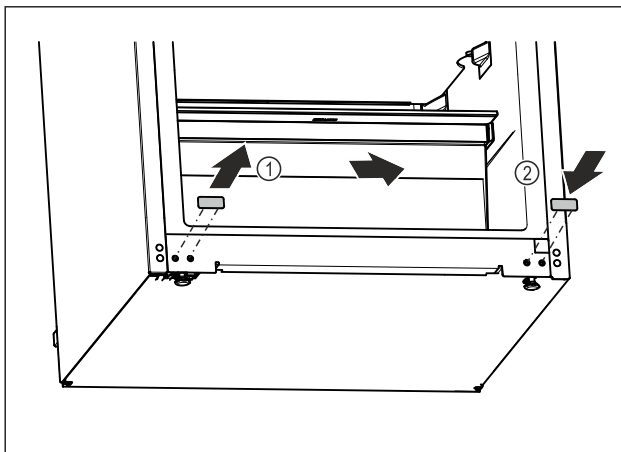

Fig. 16
- ▶ Hiqni tapat mbuluese. Fig. 16 (1)
- ▶ Vendosni tapat mbuluese në anën e kundërt. Fig. 16 (2)